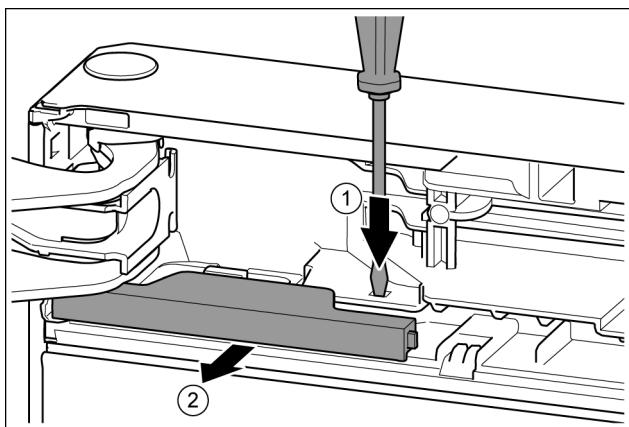

Fig. 12
- Нажать накладку шлицевой отверткой. Fig. 12 (1)
► Вынуть крышку из зацепления. Fig. 12 (2)